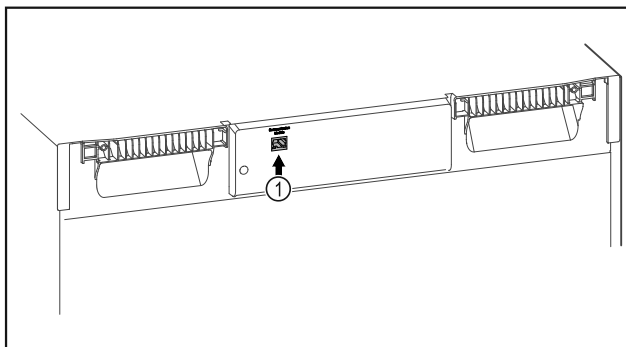

Fig. 102
- Το SmartModule Fig. 102 (1) χρησιμοποιείται.